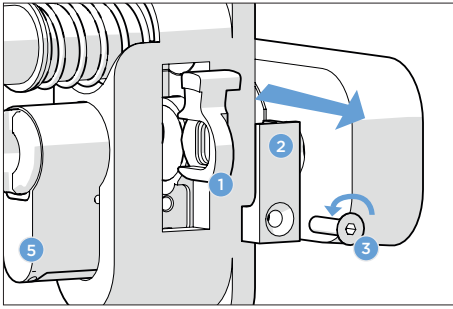

Bild 3: Demontage Schließbarhalter und Schließbart
- Demontage des Schließbarhalters (2) und des Schließbartes (1) vom BS02/X3 Halbzylinder (5), durch Lösen der Senkschraube (3) M3 x 12 (siehe Bild 3)